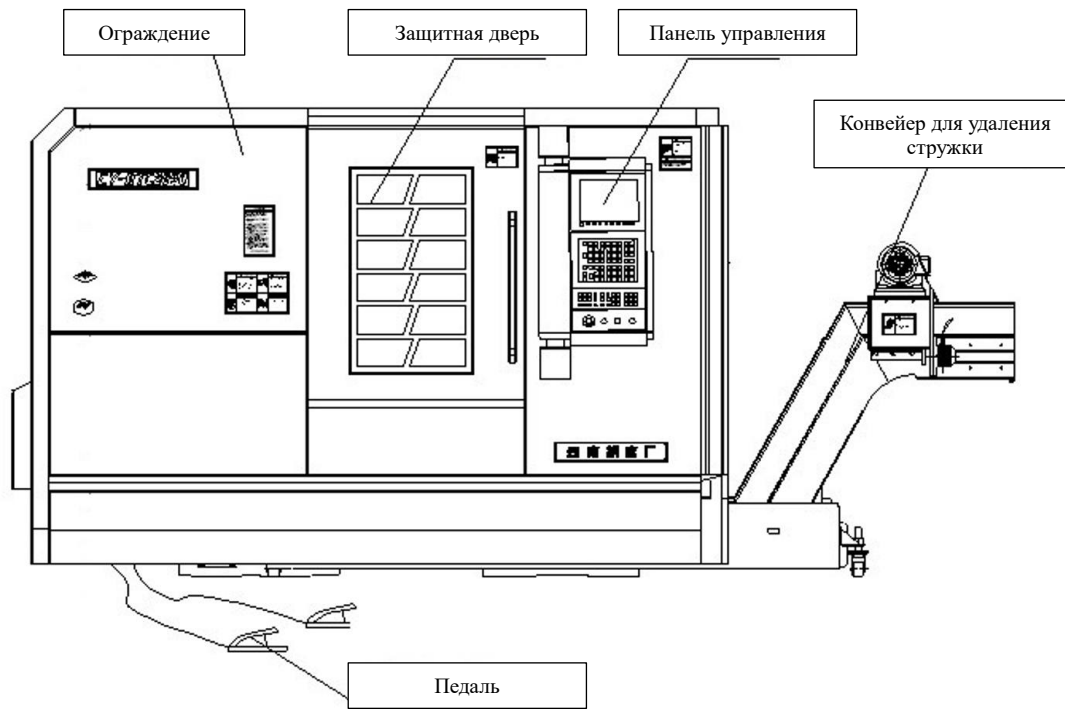

Рис. 3 Общий вид станка
4.1.1 Общий вид станка представлен на Рис. 3.
Примечание: внешний вид станка может отличаться от представленного на Рис. 3, на заводе-изготовителе постоянно ведутся работы по улучшению качества, снижению трудоемкости и повышению эффективности выпускаемой продукции, поэтому в данном руководстве возможны некоторые несоответствия технического описания с конкретным изделием, не влияющие на эксплуатационные характеристики изделия.